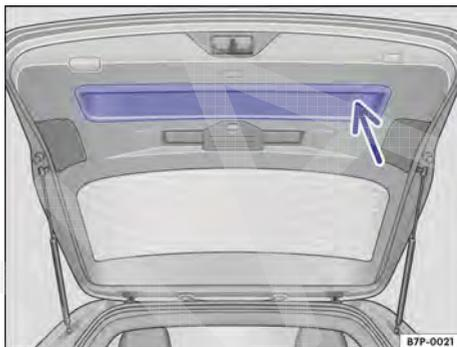

Fig. 87 Tampa do compartimento de bagagem aberta: rebaixos para puxar.
- Segurar no rebaixo do revestimento interno da tampa do compartimento de bagagem → Fig. 87 (seta).